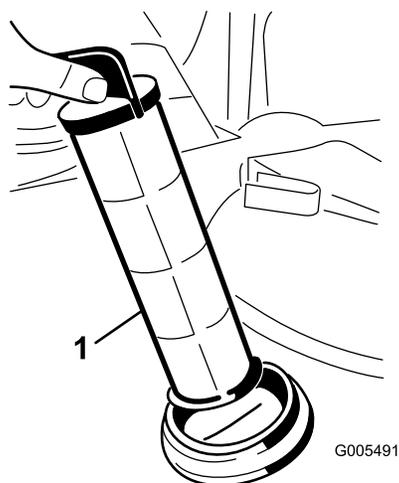

Figura 67
4. Estraiete il filtro di aspirazione dal foro (Figura 67).